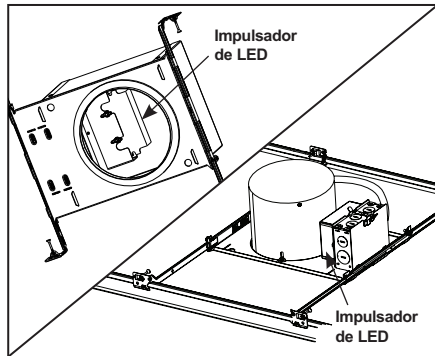
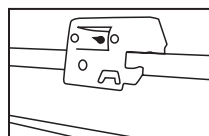

Figura 6
Figura 7
Paso 3. Ponga el accesorio en su posición y presione la barra colgante con la muesca para Barras-T integrada en las Barras-T (Figura 6). Se proporcionan agujeros adicionales para asegurar con alambre o con tornillos (Figura 7).
El reemplazo del impulsador debe llevarse a cabo por un electricista calificado. Quite la carcasa interior del accesorio para acceder al impulsador (Figura 6). Encargue kits de repuesto según se identifique en el impulsador. Los kits de repuesto incluyen instrucciones detalladas para el reemplazo del impulsador.